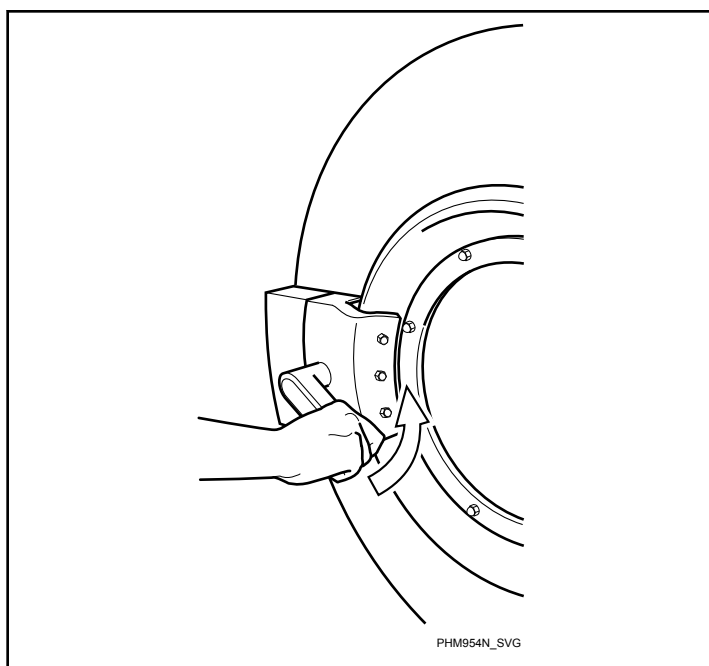

Figura 42
4. Cierre la puerta haciendo girar la manija en el sentido contrario a las agujas del reloj. Consulte la *Figura 42*.